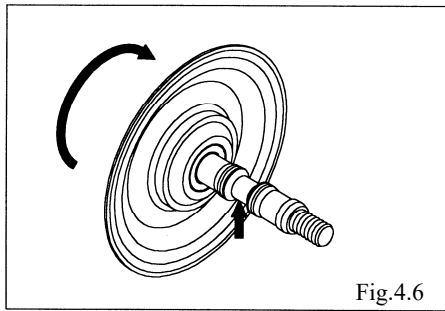

Fig.4.6
- 用手或虎钳等固定中央拉杆中央部，旋转直至取下隔膜。〈Fig.4.6〉